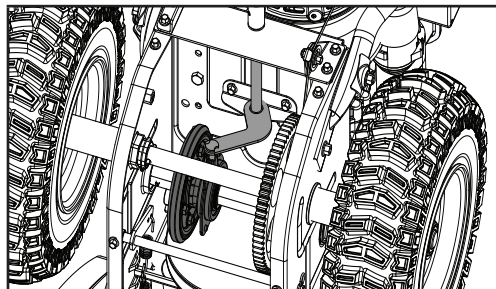

Figure 53
7. Suivez les étapes précédentes en ordre inverse pour réassembler les pièces (figure 53).